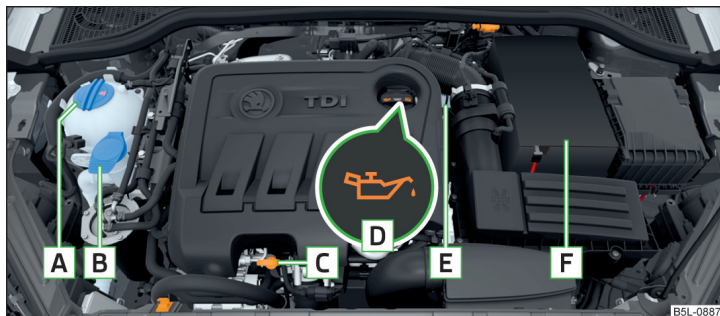

Fig. 159 Exemplu de dispunere în compartimentul motor
- Deșurubați capacul orificiului de umplere cu ulei **D** » fig. 159 la pagina 149.